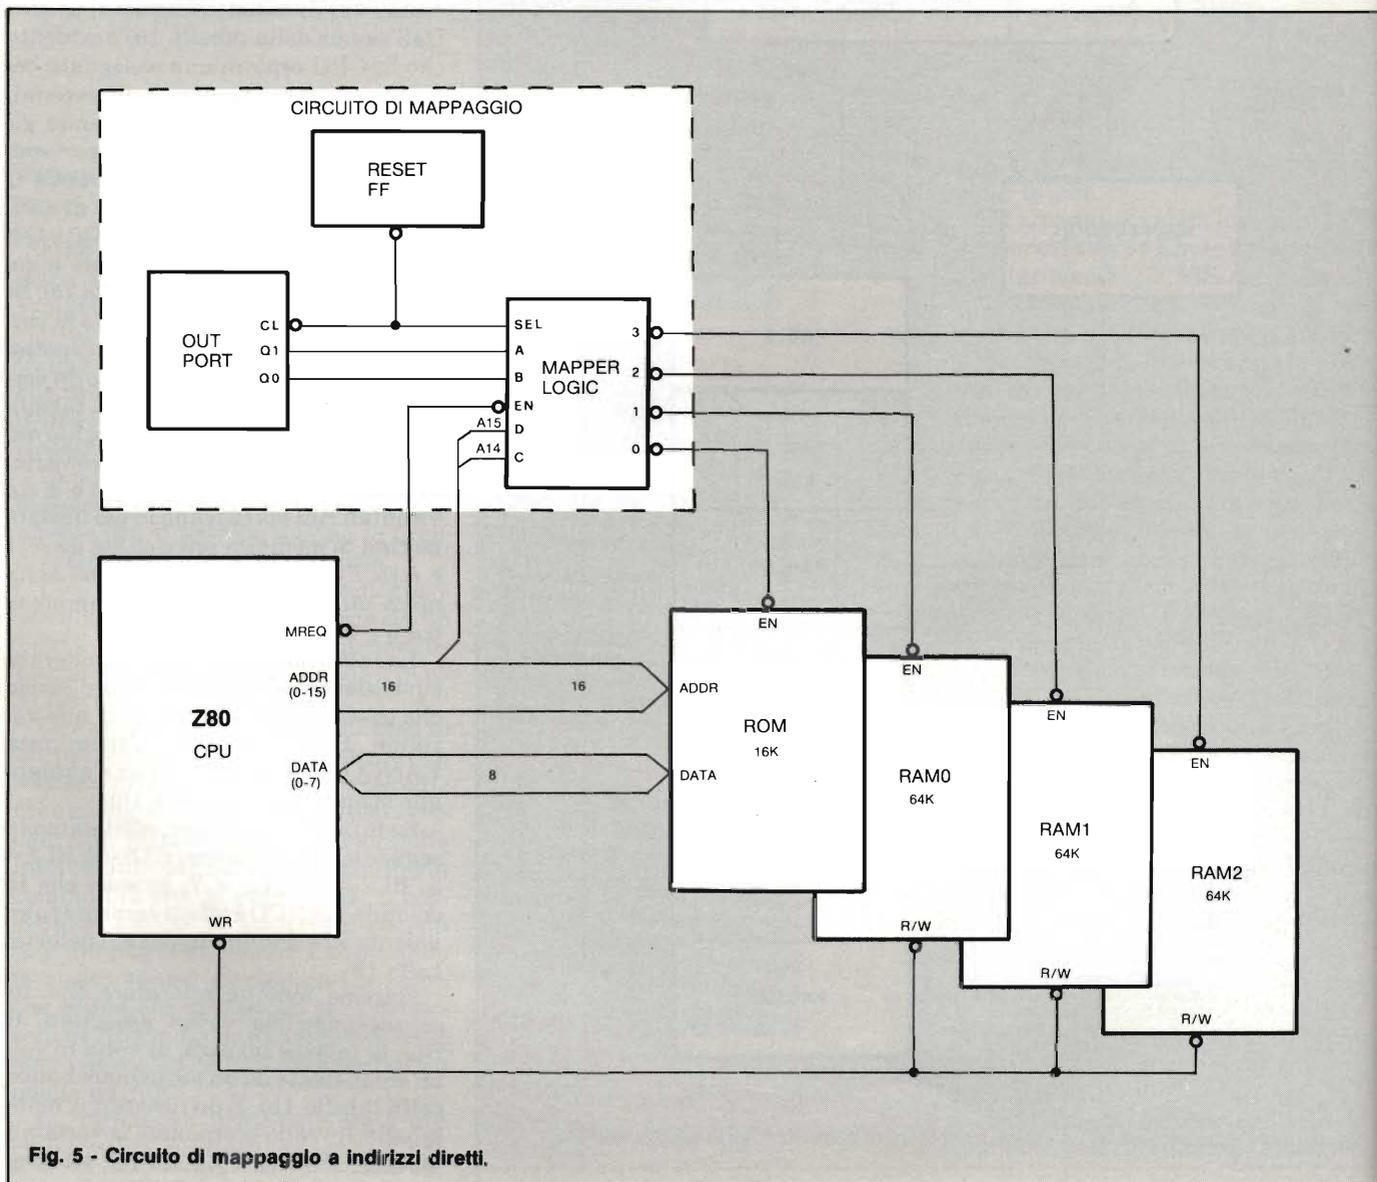

Fig. 5 - Circuito di mappaggio a indirizzi diretti.
**Fig. 5 - Sono le varie resistenze termiche che il calore incontra nel passare dalla giunzione all'ambiente che determinano la massima dissipazione che un dato dispositivo può sopportare.**